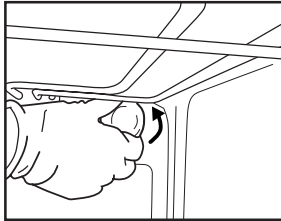

Fig. 6
2. Desenrosque la tapa de la bombilla (Fig. 6), cambie la bombilla (consulte la nota sobre el tipo de bombilla) y vuelva a atornillar la tapa.